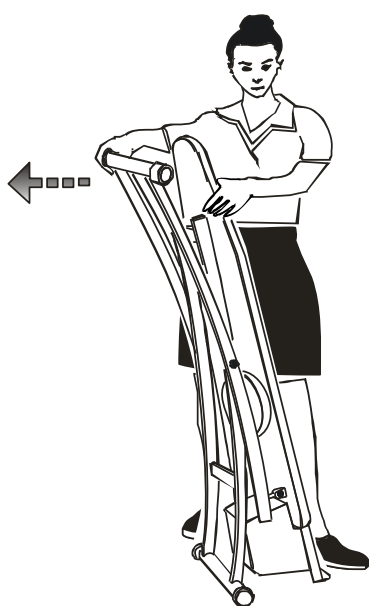

Fig. 2
2. Povlecite noge mize dokler ni dosežena zelena višina (fig. 2);